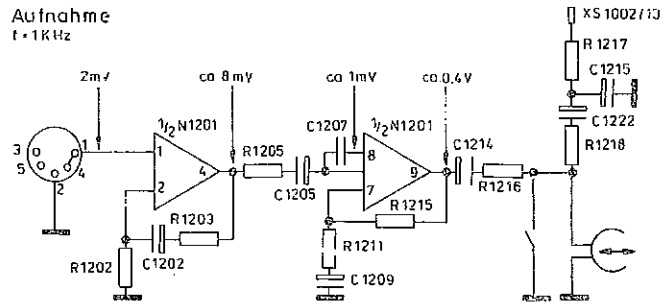

Abb.6
In Stellung „Aufnahmebereitschaft“ und gedrückter Taste (20) wird der Generator mit den Kontakten 3 und 5 der Buchse XB 1001 verbunden. Die Ausgangsspannung des Generators soll 3 mV betragen. Danach müssen sich die in Abb. 6 gezeigten Pegel einstellen.